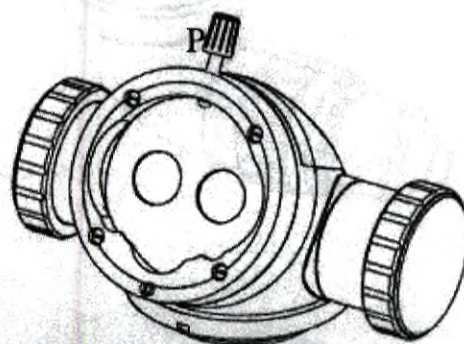

Рис. 21
10.2 Наклонный светоделитель (рис. 21)